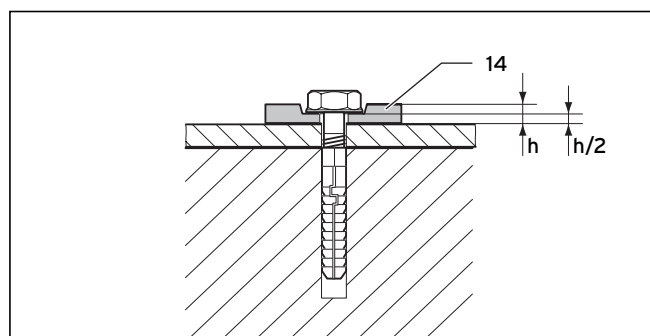

Fig. 6.26 Fijación con arandelas flexibles
Es imprescindible que utilice las cuatro arandelas flexibles (14) para poder compensar la dilatación de los materiales. Comprima las arandelas hasta la mitad, ver fig. 6.26.